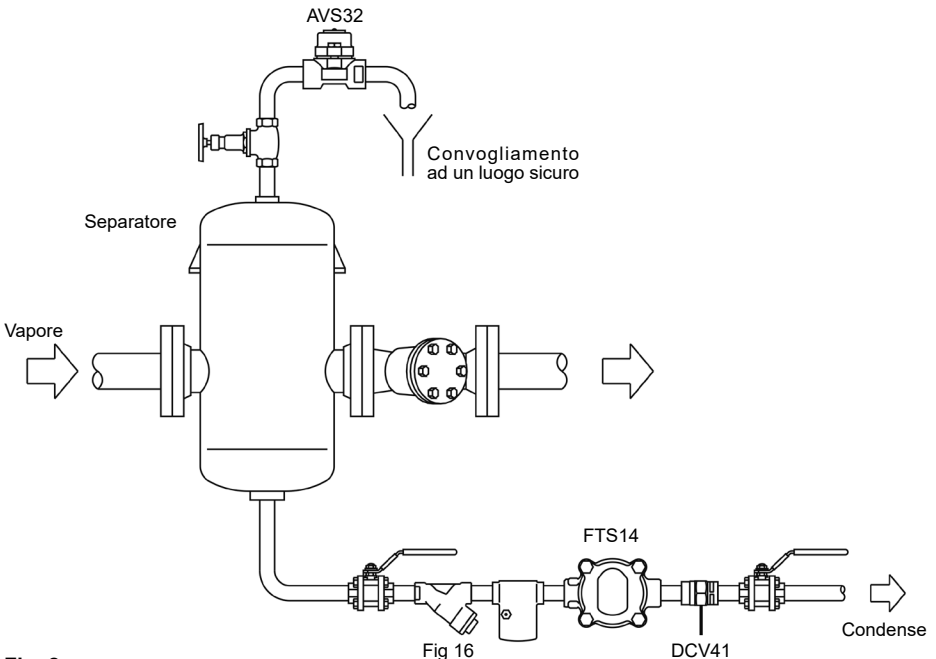

Fig. 2
- 3.4** Gli eliminatori d'aria AVS32 dovrebbero essere installati con la capsula posizionata secondo un piano orizzontale con il coperchio rivolto verso l'alto. La posizione sull'impianto è in genere alla sommità dei montanti, al termine delle tubazioni e sugli apparecchi utilizzatori in tutti quei punti verso cui l'aria viene sospinta dal vapore e vi si accumula. Per la massima efficienza di scarico dell'aria il lato di valle deve essere il più diretto e libero possibile, convogliato comunque in un luogo sicuro perché la temperatura di scarico può essere elevata (vedere le Fig. 2).